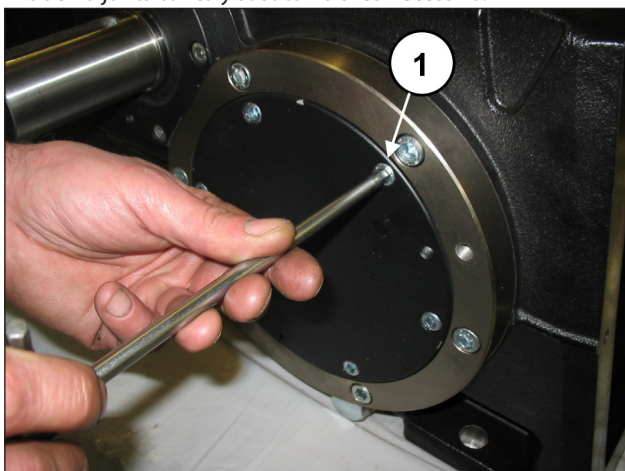

Fig. 11
Desmontar las dos tapas del cojinete aflojando los tornillos (pos. ①, Fig. 11).